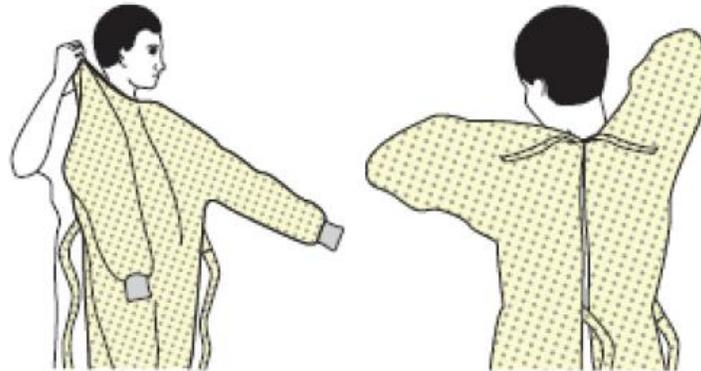

Figura 4. Colocación de la bata
5.2.2.2. Colocación. Colocarse la bata y proceder a realizar un nudo. Realizar la sujeción del área de cuello mediante la atadura de cintas o unión de cintas de velcro (Figura 4). Atar las cintas de la cintura; si cuenta con cintas externas e internas, no omitir ninguna de ellas. De ser posible, solicitar ayuda para esta actividad.